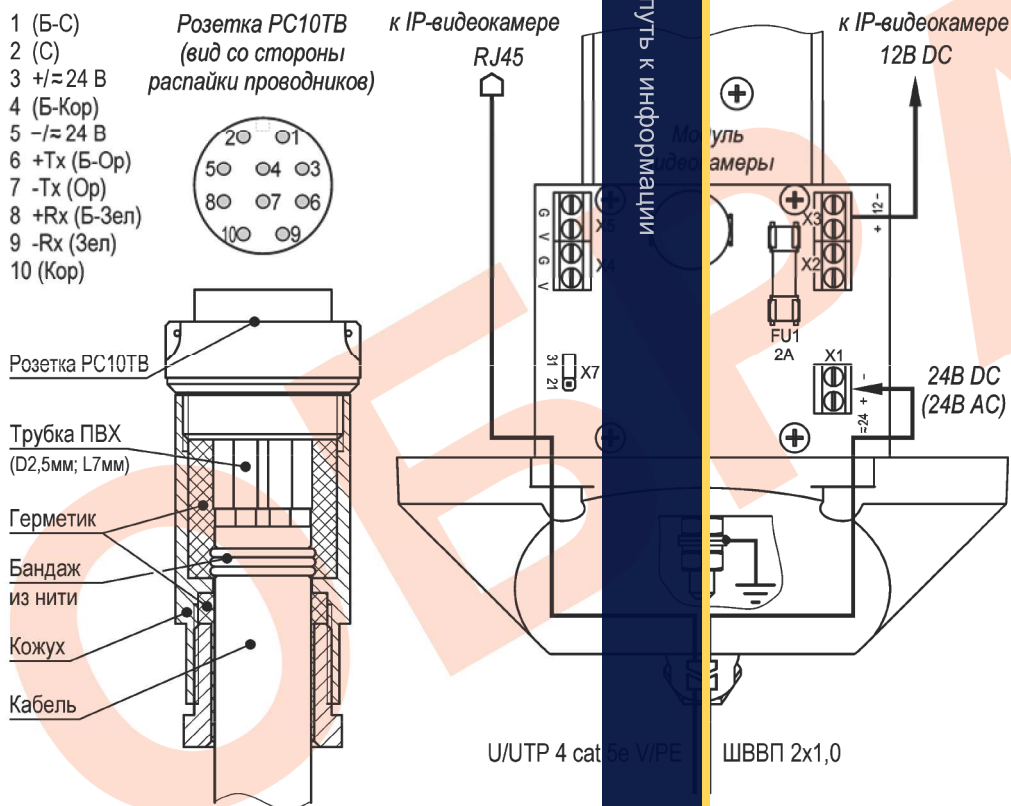

Рис.2 Распайка разъема PC10TV и схема подключения IP-видеокамеры
1. Распаять ответную часть разъема PC10TV согласно требованиям к электромонтажу в соответствии с рис.2. После распайки разъем заполнить герметиком кремнийорганическим.
5. При необходимости изменить мощность обогрева отключить 4 винта крепления задней крышки гермобокса, выдвинуть модуль видеокамеры из кожуха и установить джампер X7 в нужное положение (рис.2). Установить модуль видеокамеры в кожух. Закрутить 4 винта крепления задней крышки с усилием $5\pm 0,5$ Нм.
Предприятием изготовителем джампер Х7 установлен в положение «31» - мощность обогрева 31 Вт, для изменения мощности на 21 Вт джампер Х7 необходимо переставить в положение «21» (см. рис.2).